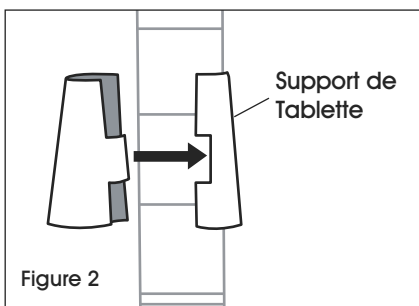

Figure 2
1. Commencez par la tablette la plus basse. Enclenchez les pièces emboîtables du support de tablette (large extrémité vers le bas) autour du montant, au niveau de la rainure la plus basse où le plateau doit être installé. Faites glisser le support vers le haut ou vers le bas jusqu'à ce qu'il s'enclenche sur la rainure. Ajoutez un support de tablette au même emplacement sur les montants restants. (Voir Figure 2)